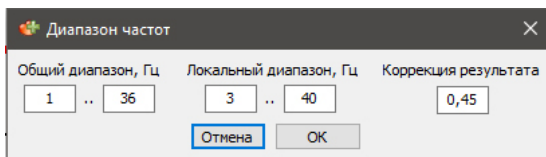

Рисунок 11.
5.3.2. В режиме измерения «Исследование ВЧД» имеется возможность задания дополнительных параметров: общего диапазона частот, локального диапазона частот и корректирующего коэффициента. Для этого необходимо в таблице результата кликнуть правой кнопкой манипулятора «мышь» по заголовку требуемой полосы частот. При этом отобразится окно ввода коэффициента (Рисунок 11). После ввода коэффициента нажать на кнопку ОК.